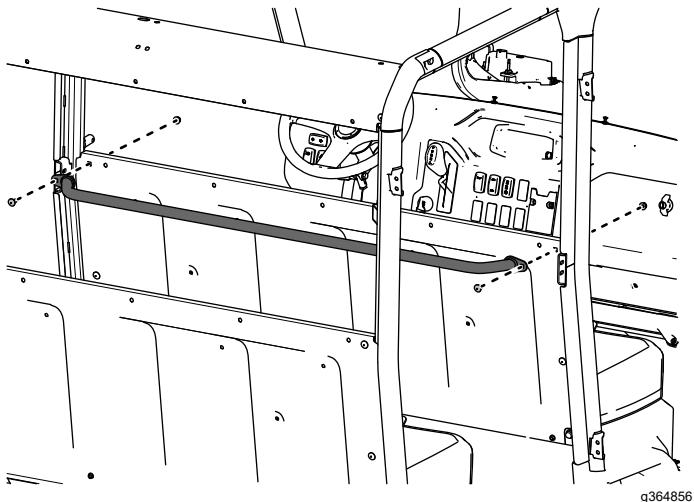

Figure 54
21. Fixez légèrement la poignée de siège arrière sur le panneau de siège central à l'aide de 2 boulons de carrosserie (5/16 x $\frac{3}{4}$ po) et 2 contre-écrous (5/16 po), comme montré à la Figure 54.